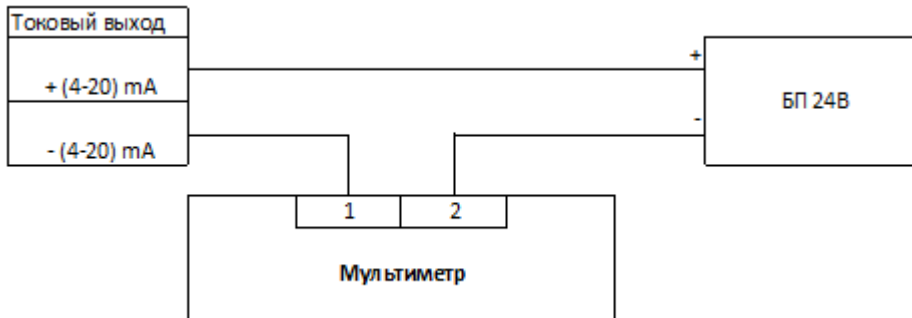

Рисунок 1 - Схема подключения токового выхода
- подключить амперметр к контактам выхода "+ (4-20мА)" и "- (4-20мА)" (рисунок 1);